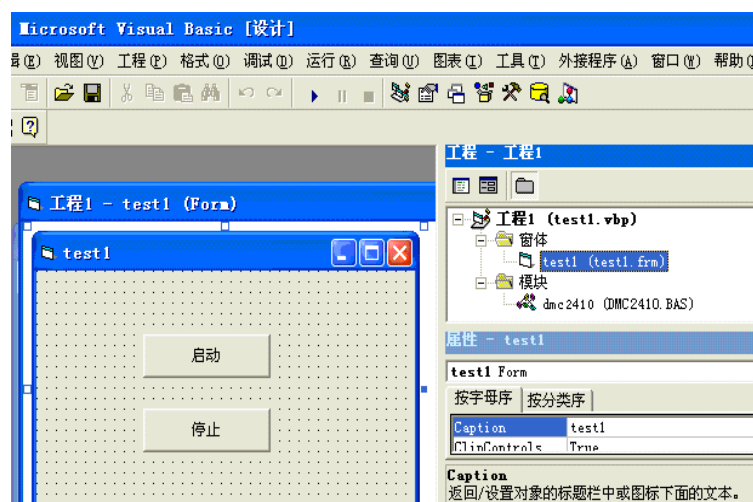

图 7-4 添加头文件
- (3) 工程保存在 E:\test1 目录下;
- (4) 在资料光盘相应目录下找到 DMC2410/DMC2410B.bas 文件, 拷贝到 test1 目录下;
- (5) 选择 “工程” -> “添加模块” -> “现存”, 找到 test1 目录下的 DMC2410/DMC2410B.bas 文件, 添加到工程中, 如图 7-4 所示: